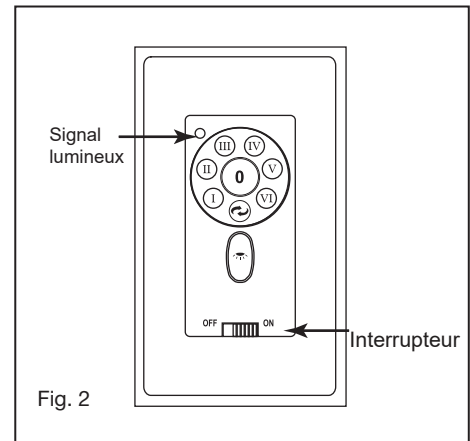

Fig. 2
- 7 Signal lumineux (Fig. 2)6)